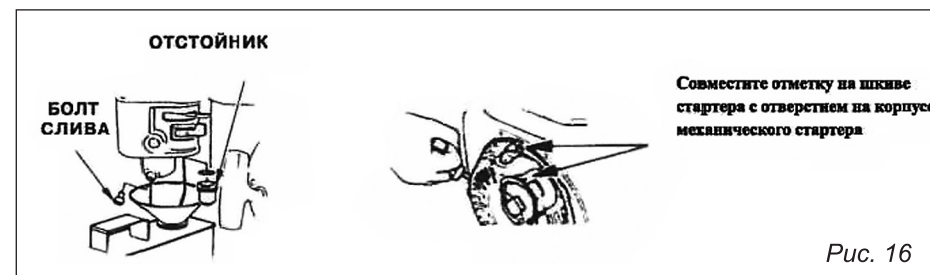

Рис. 16
4. Поверните топливный кран в позицию «Включить» (ON) и вылейте бензин из топливного бака в подходящую емкость.
8. Проверните несколько раз коленчатый вал двигателя, чтобы масло равномерно распределилось, затем установите свечу зажигания. Медленно тяните ремень стартера, пока не почувствуете сопротивление. Продолжайте тянуть, пока паз на шкиве стартера не поравняется с отверстием на механическом стартере (рис. 16). В этой точке впускной клапан и выпускной клапан закрыты, и это поможет защитить двигатель от внутренней коррозии.